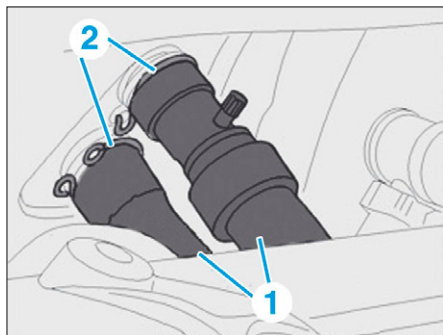

FIG. 17
- Mettre en place les outils [2] sur les durites (1) (Fig.17).
- Déposer les colliers (2).
- Désaccoupler les durites (1).